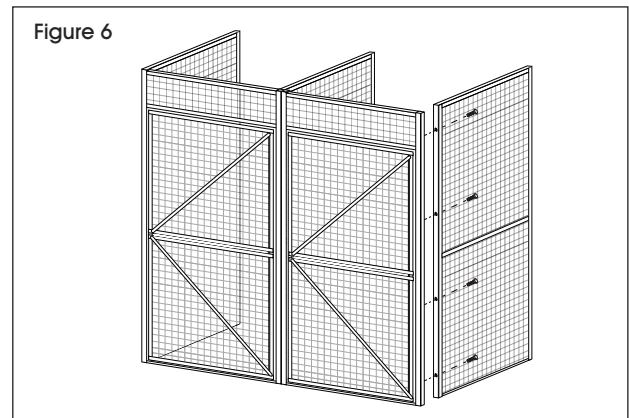

Figure 6
2. Boulonnez le panneau latéral au cadre de porte en insérant quatre boulons courts à tête hexagonale à travers les trous du panneau latéral, puis dans les trous filetés du cadre de porte. (Voir Figure 6)